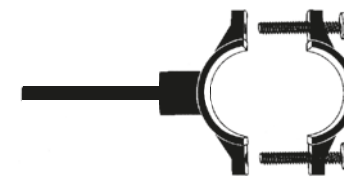

Рис. 8
- 3. Вставьте отрезок черной трубки 1/4" в скобу дренажного хомута (**рис.8**). Край трубки должен выступать примерно на 4-5 мм от внутренней части скобы.